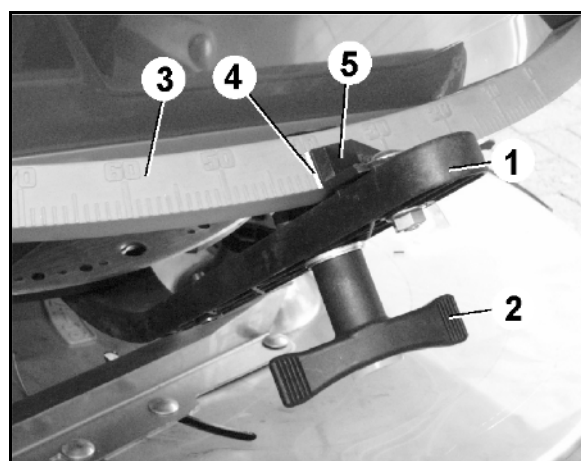

図 11
量の設定は散布表に基づき、設定レバー（図 11/1）で行います。
2. 蝶ナット（図 11/2）を外します。
3. 必要なシャッター位置を目盛り（図 11/3）で探します。
4. 設定レバー表示器（図 11/5）の読み取りエッジ（図 11/4）を目盛りの値に設定します。
5. 蝶ナット（図 11/2）を再び締め付けます。